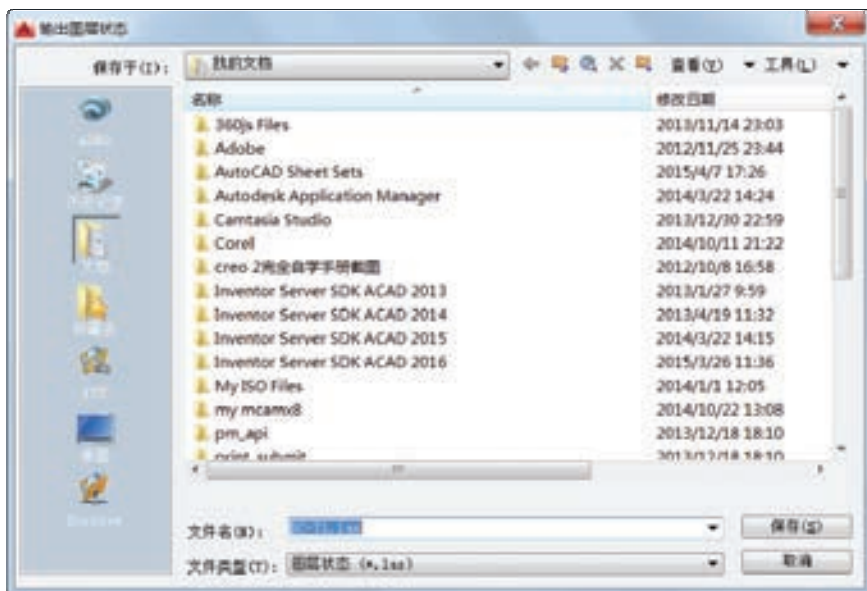

图 6-24 “输出图层状态”对话框
- “输出”按钮：单击此按钮，则打开图 6-24 所示的“输出图层状态”对话框，从中可以将选定的命名图层状态保存到图层状态 (*.las) 文件中。